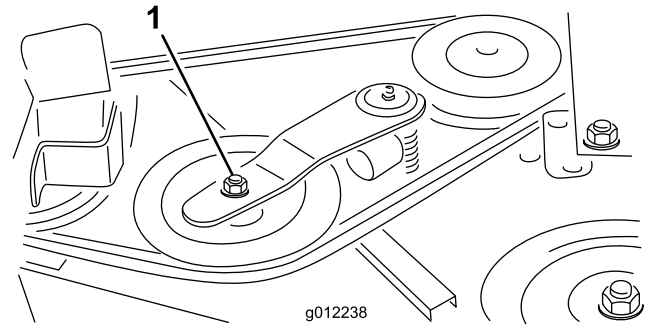
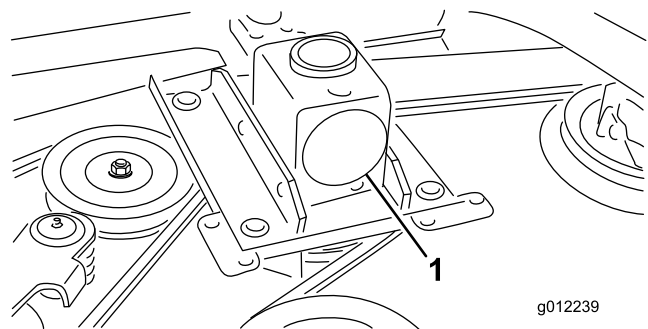

Bild 35
Bild 36
2. Schieben Sie die Spannscheibe mit einem Schraubenschlüssel oder einem ähnlichen Werkzeug (Bild 35) vom Treibriemen und lassen Sie den Riemen von der Getriebespannscheibe rutschen (Bild 36).